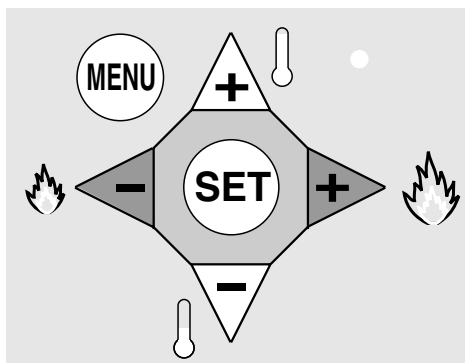

fig. 54
- un gruppo per la navigazione nei menù, costituito dai 6 tasti al centro (fig. 54)